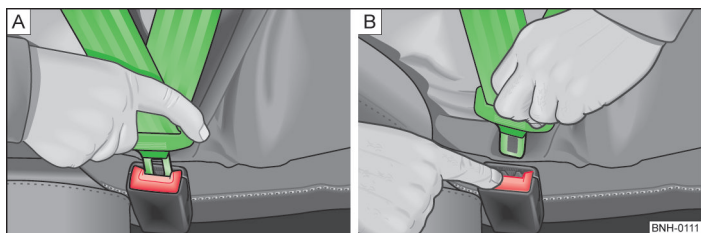

Fig. 128 Fixarea sau desfacerea centurii de siguranță
- Introduceți clema de fixare în catarama aferentă a centurii de siguranță, până când se fixează cu un declic » fig. 128 - A.
- Apăsați tasta de culoare roșie de pe catarama centurii » fig. 128 - B, lamela de fixare sare afară.